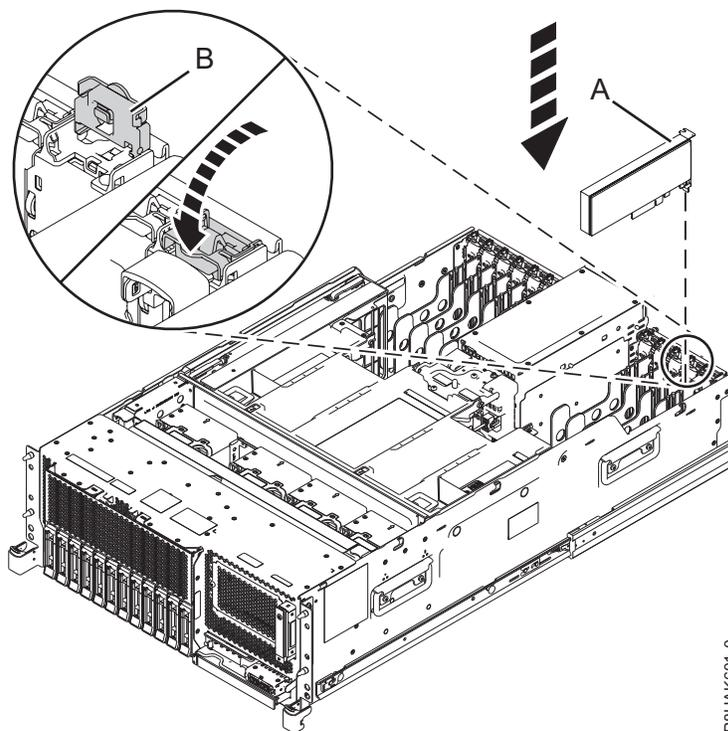
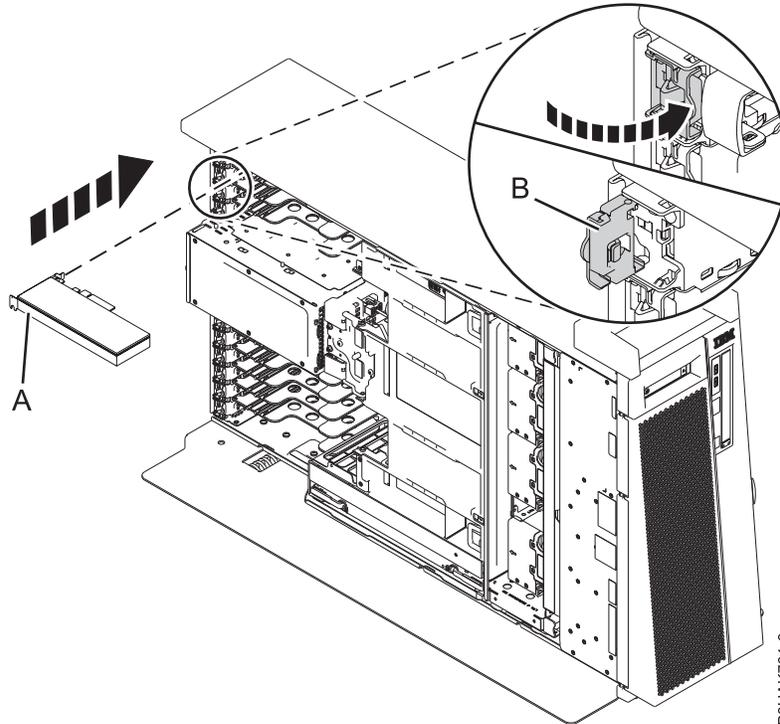

Figura 74. Instalación o sustitución de un adaptador PCIe en un sistema montado en bastidor.
Figura 75. Instalación o sustitución de un adaptador PCIe en un sistema 8286-41A autónomo
7. Si el pestillo del adaptador (**B**) en la ranura de destino no está todavía en la posición de abierto, tire del pestillo hasta la posición de abierto, girándolo hacia fuera desde su punto de fijación, situado en la parte posterior del sistema, como se muestra en la Figura 74 y Figura 75 en la página 85.
8. Sujete con cuidado el adaptador por el borde superior o la contrapunta, y alinéelo con la ranura y con el conector de la placa del sistema (**A**), como se muestra en la Figura 74 y Figura 75 en la página 85.
10. Para bloquear el adaptador en la ranura, gire el pestillo del adaptador (**B**) en la dirección que se muestra en la Figura 74 y Figura 75 en la página 85.